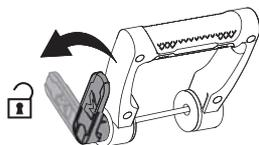

Fig. 3
- > Desserrez le boulon [6] en le tournant dans le sens contraire des aiguilles d'une montre, puis retirez-le de la poignée auxiliaire [7] (Fig. 3).